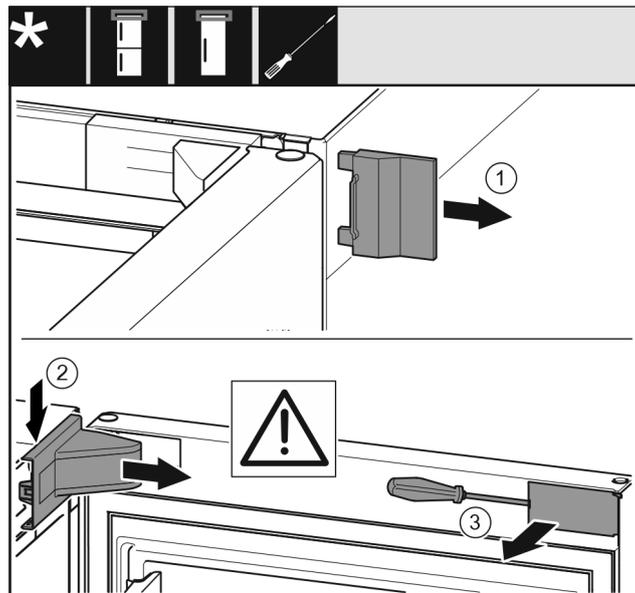

Fig. 16\*
- ▶ Detașați apărătoarea exterioară.\* Fig. 16 (1)
- ▶ Deblocați și desfaceți apărătoarea suporturilor de lagăr. Detașați apărătoarea suporturilor de lagăr.\* Fig. 16 (2)
- ▶ Deblocați masca cu șurubelnița plată și pivotați-o în lateral.\* Fig. 16 (3)